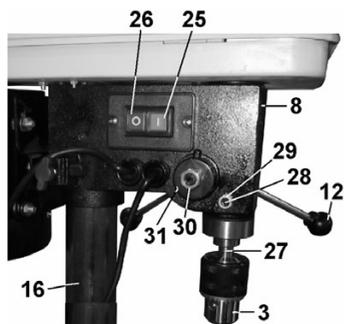

Рис.5.
- 9.9. Установите сверлильный патрон (3) на дорн (27), Рис.5 (предварительно необходимо удалить с его поверхности смазку, а также очистить от смазки внутреннюю посадочную поверхность сверлильного патрона (3),Рис.2, 5).
- Закрепите сверлильный патрон (3), Рис.5, в сборе с дорном (27) на шпindelе легким ударом молотка через деревянный брусок. Кулачки сверлильного патрона (3) при этом должны быть сведены.
- 9.10. Установите кронштейн защитного экрана (5) на посадочное место на шпindelной головке (8).
9.13. Перемещая шпиндель за ручку (12), Рис.5, проверьте плавность хода шпинделя. Установочный винт (28) с контргайкой (29) предназначен для предотвращения проворачивания шпинделя. Если перемещение происходит не плавно, или для перемещения нужно приложить усилие – необходимо произвести регулировку положения винта (28), предварительно ослабив контргайку (29). По окончании регулировки закрепите положение контргайкой (29).